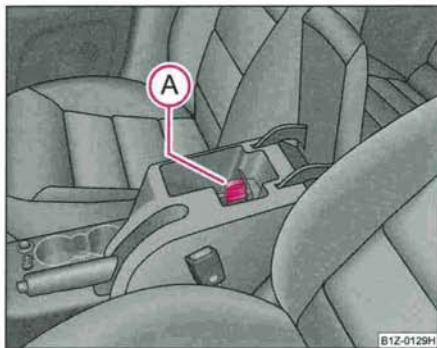

Fig. 108 Accoudoir:
- Tirez la fermeture **A** vers le haut ⇒ fig. 108.